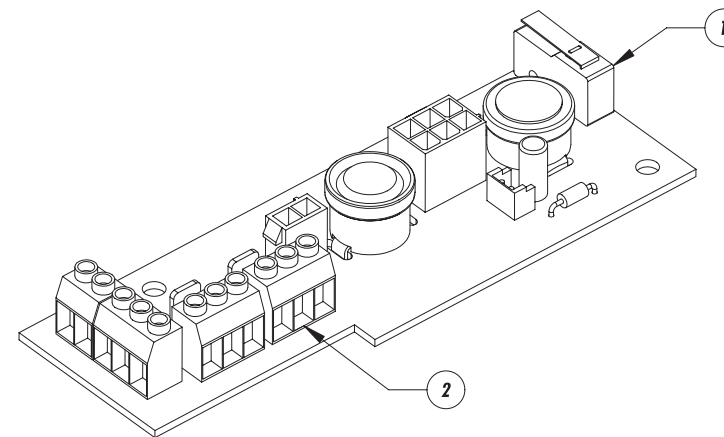

Fig. 1
- Sostituire la scheda elettronica standard con quella dotata dello switch antiapertura (Fig. 1, punto 1) fornita nel Kit, utilizzando eventualmente le viti in dotazione.
- Collegare la tensione di alimentazione nel morsetto (2) indicato con J1 sulla scheda elettronica.
- Remplacer la carte électronique standard par celle équipée de l'interrupteur anti-ouverture (Fig. 1, point 1) fourni avec le kit, en utilisant si nécessaire les vis fournies.
- Connecter la tension d'alimentation sur la borne (2) identifiée comme J1 sur la carte électronique.
- Replace the standard electronics board with that fitted with the tamper switch (Fig. 1, point 1) and supplied with the Kit, using the supplied screws if necessary.
- Connect the power supply to the terminal (2) shown as J1 on the electronics board.
- Die elektronische Standardkarte wird durch jene ersetzt, die im Bausatz des Öffnungsschutzschalters (Fig. 1, Punkt 1) enthalten ist. Bei Bedarf können die mitgelieferten Schrauben verwendet werden.
- Die Versorgungsspannung wird an der Klemme (2) J1 auf der elektronischen Karte angeschlossen.